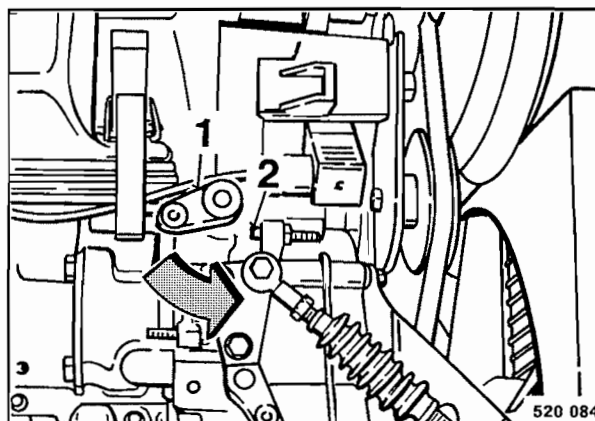

Fig. 80
- Presionar la palanca de stop del 1 (Fig. 80) contra el tope (2) y fijarla con alambre.